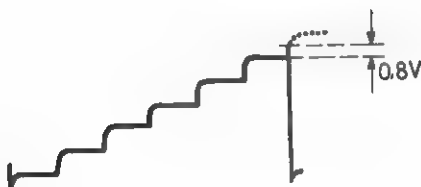

Fig. 17
- . Regel R21 zodanig af, dat de spanning bij 0,8 V boven het 6° niveau omklapt (fig. 17).